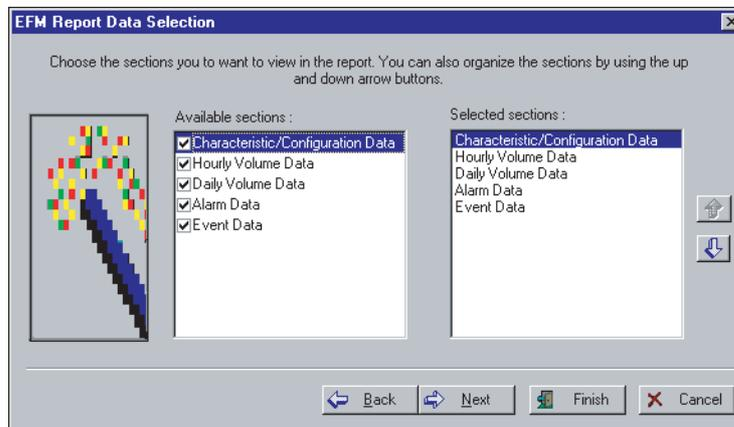

Figura 7-4. EFM Report Data Selection - Tela 2
6. Selecione os arquivos de **Dados** que você deseja na lista de seções Disponíveis. Consulte a Figura 7-4. Utilize as setas para navegar por suas seleções.